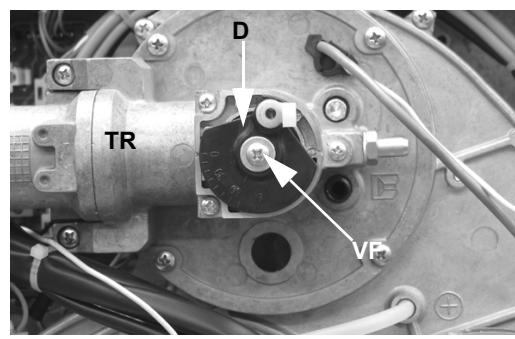

Рис. 21 - Новое положение
- 7 (Рис. 21)Снять вместе фланец и головку сгорания
- 8 (Рис. 21)Повернуть диск **D**, который крепит дроссельный клапан, действуя следующим образом Рис. 21.
- 9 Открутить винт **VF**.(Рис. 21)
- 10 Повернуть на 180° диск **D** и закрепить винт **VF** (Рис. 21).